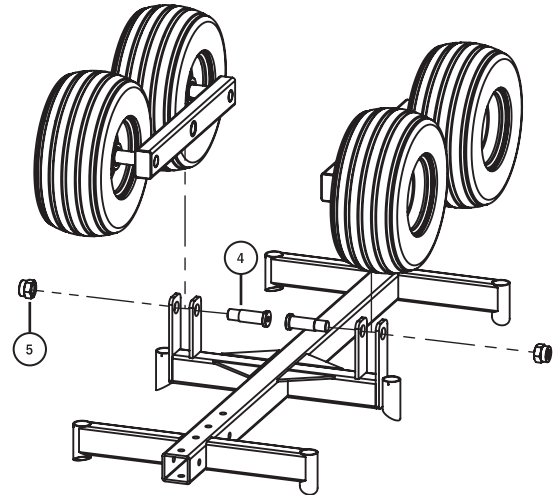

Fig. 3
Étape 6 : Assemblez les essieux tandem oscillants (1) sur le châssis de la remorque. Montez les essieux tandem oscillants de l'étape précédente sur le châssis de la remorque (144), comme indiqué sur la **fig. 3**. Bien que l'axe de pivotement oscillant (4) puisse être installé avec la partie filetée à l'intérieur ou à l'extérieur de la remorque, il est recommandé de l'installer avec la partie filetée à l'extérieur pour obtenir un espace libre maximal entre les essieux. Comme les essieux tandem oscillants (1) nécessitent un mouvement libre, l'écrou (5) doit être serré uniquement jusqu'à ce qu'ils touchent contre l'épaulement de l'axe de pivotement.